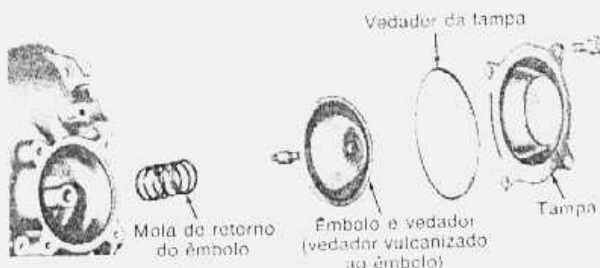

fig. 56 — servo de ré e baixa
2. Remover a tampa do servo, o vedador da tampa, o êmbolo e a mola de retorno do êmbolo (fig. 56).
1. Colocar a mola do êmbolo no cilindro do servo, na carcaça da transmissão (fig. 56). Lubrificar o vedador do êmbolo com fluido de transmissão limpo e instalar o êmbolo no cilindro do servo, na carcaça da transmissão.